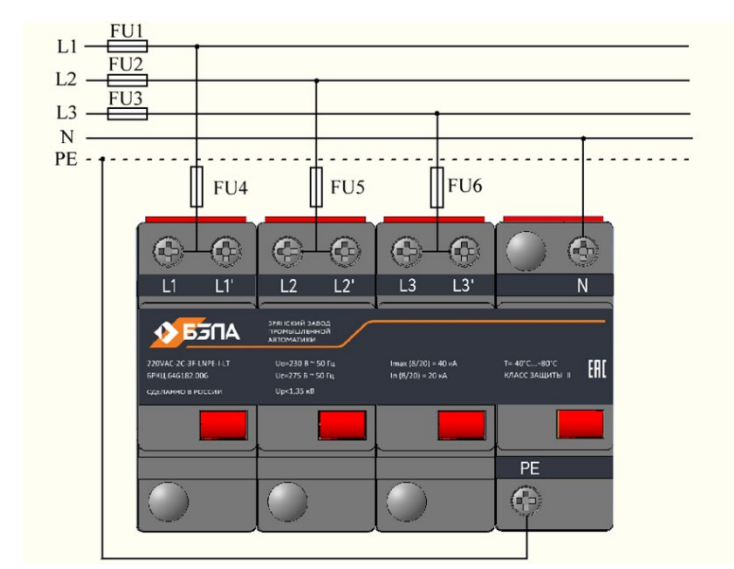

Рисунок 5 – Подключение УЗИП по параллельной схеме
1.5.7 Подключение УЗИП по параллельной схеме показано на рис. 5. Защитные предохранители FU1, FU2 и FU3 устанавливаются на вводе в электроустановку. Номиналы защитных предохранителей FU4, FU5 и FU6 315 А gG, устанавливаются если FU1, FU2 и FU3 больше 160 А gG